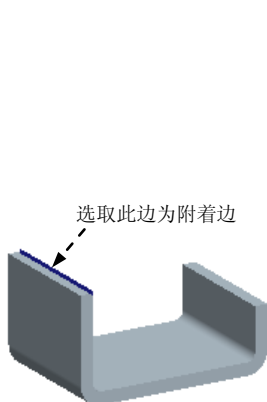

图 11.2.10 定义附着边
Step3. 选取附着边。在系统 **选取要连接到薄壁的边或边链。** 的提示下, 选取图 11.2.10 所示的模型边线为附着边。